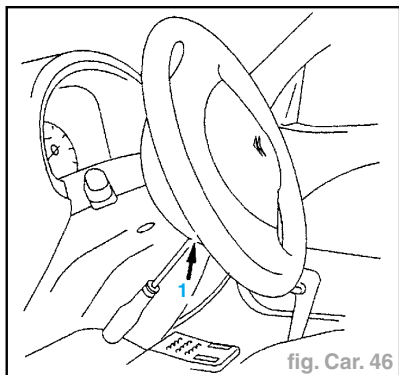

fig. Car. 46
- Déposer les vis **(1)** de chaque côté (vis Torx n°30) (fig. Car. 46).